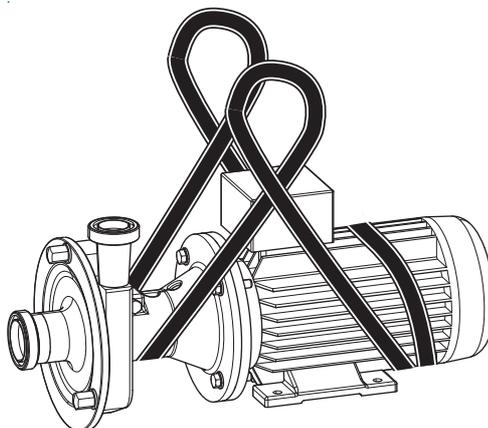

Abb. 14 Transport mit Kran
1. Rundschnur zwei mal um das hintere Ende des Motors legen. Nicht über die Lüfterhaube legen (siehe Abb. 14 Transport mit Kran).